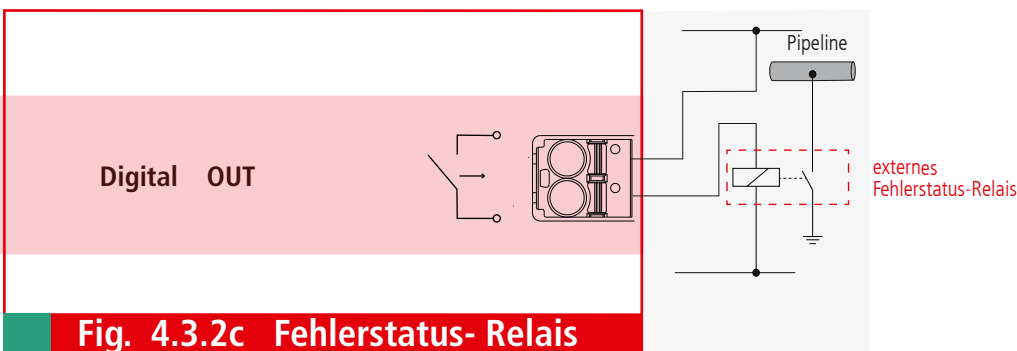

Fig. 4.3.2c Fehlerstatus- Relais
- Ein externes **Fehlerstatus-Relais** (z.B. Schaltschütz) kann zur Erhaltung des Personenschutzes übergeordnet angeschlossen werden (siehe Fig. 4.3.2c).